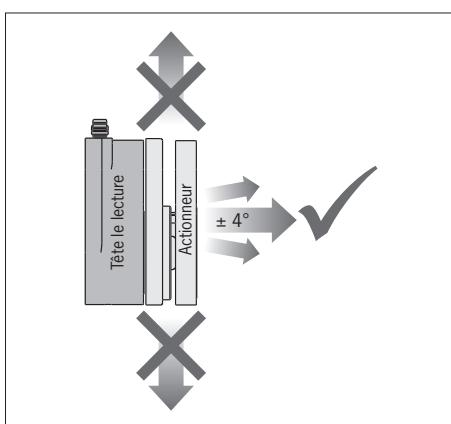

Fig. 1 : Direction d'attaque
- ▶ L'actionneur doit s'éloigner de manière frontale par rapport à la tête de lecture lors de l'ouverture de la porte de protection (voir Fig. 1).